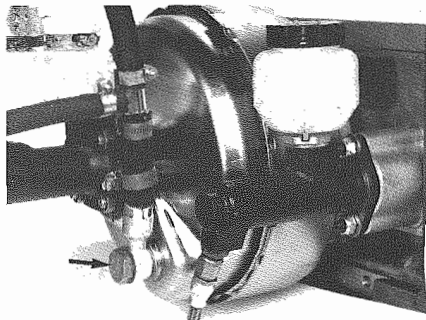

Fig. 22 - Tubo depressione
- Staccare il tubo invio depressione (**Fig. 22**).
- Disconnect vacuum supply pipe (**Fig. 22**).